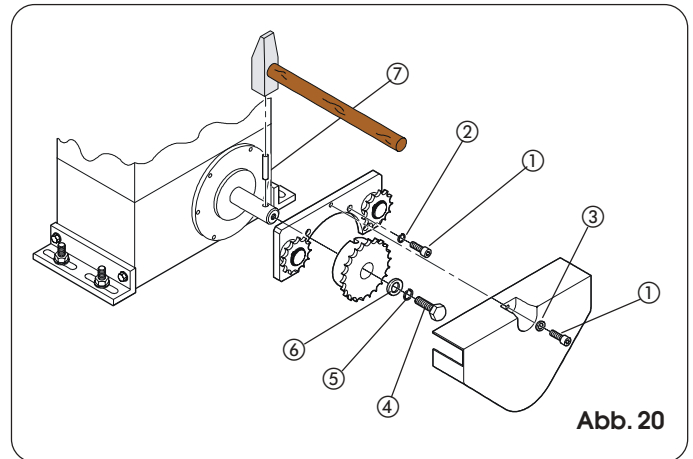
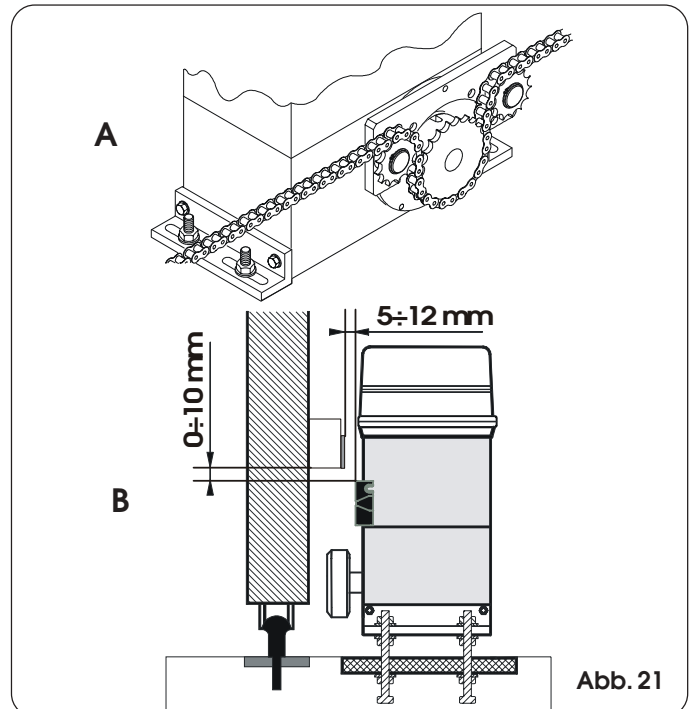

Abb. 20
Abb. 21
4.5.2. MOD. 746 ER RF (Abb. 20 - 21)
- 1) Federstecker ⑦ mit einem Hammer in die Welle eintreiben.
- 2) Den Bügel der Umlenkrollen mit Hilfe der im Bausatz enthaltenen vier Schrauben ① (M5 x 12) und entsprechenden Scheiben ② gemäß Abb. 20 auf den Motorflansch anbringen.
- 3) Die Passsitze des Kettenritzels mit dem Federstecker in der Welle fluchten und die Schraube ④ mit den entsprechenden Scheiben ⑤ und ⑥ festziehen.
- 4) Die Kette nach Angaben in Abb. 21 Bez. A einfädeln und das Abdeckgehäuse mit der Schraube a und der Scheibe c (Abb. 20) aufsetzen.
- 5) Bei Antrieben mit MLS-Endschaltern sind die Halterungen für die Positionierung der mitgelieferten Magnete unter Einhaltung der in der Abb. 21 Bez. B angegebenen Abmessungen vorzubereiten.